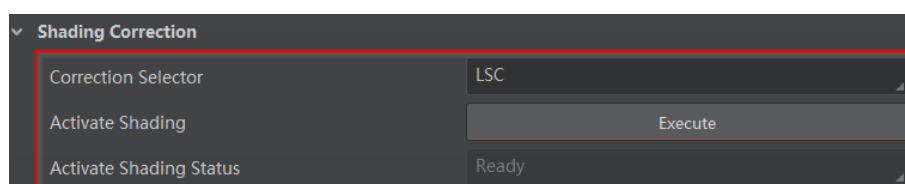

图7-13 阴影校正
4. 在 *Shading Correction* 属性下，*Correction Selector* 参数选择 *LSC*，如 图 7-13 所示。